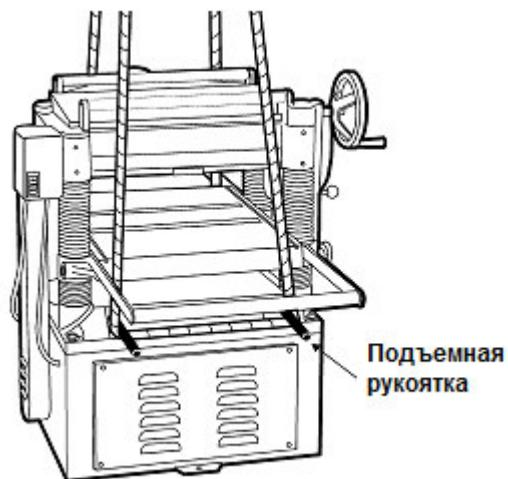

Рис. 3
- На станке имеются четыре подъемные рукоятки (см. Рис. 3). Рукоятки можно извлечь для
2. Если для подъема станка используются стропы или вилочный погрузчик, поднимать необходимо только за подъемные рукоятки (см. Рис. 3). Следите, чтобы во время подъема станок сохранял равновесие.